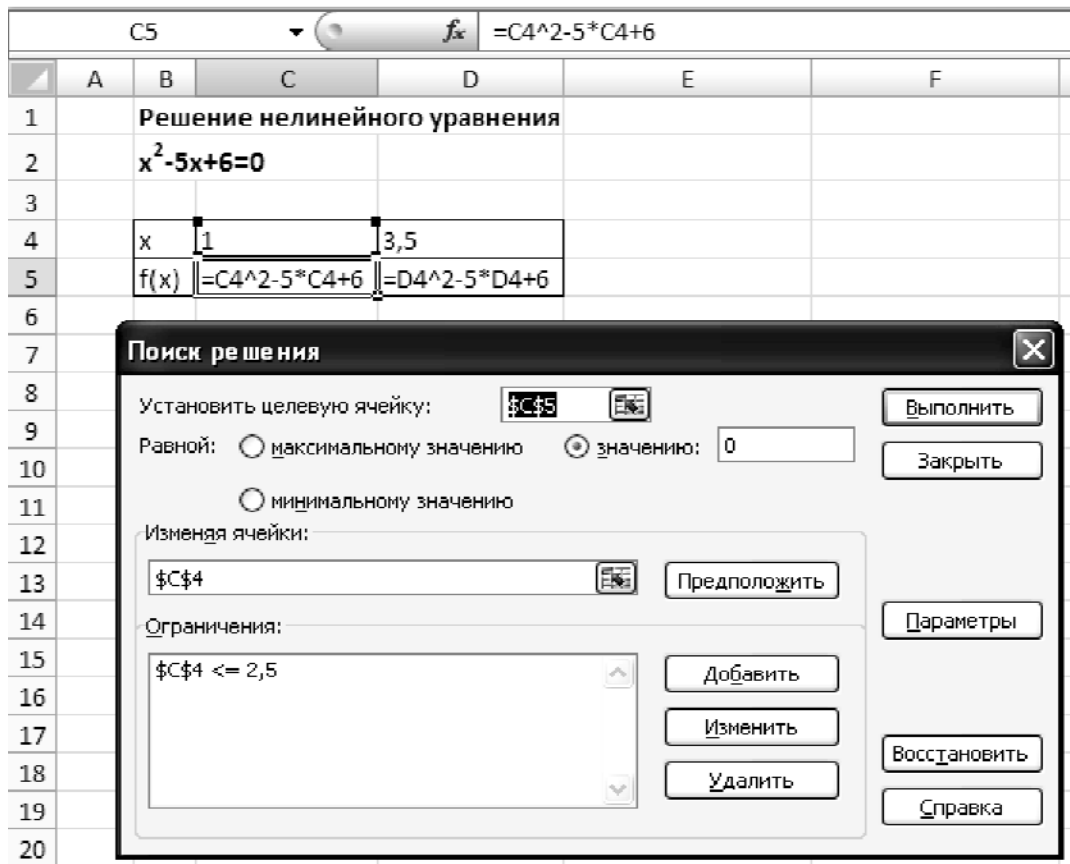

Рис. 9. Диалоговое окно инструмента «Поиск решения»
2.1. Откройте новый лист (лист 2) табличного процессора и введите исходные данные согласно рис. 9 (на рис. 9 лист рабочей книги представлен в режиме формул):
2.2. После открытия диалога **«Поиск решения»** (рис. 9) необходимо выполнить следующие действия: